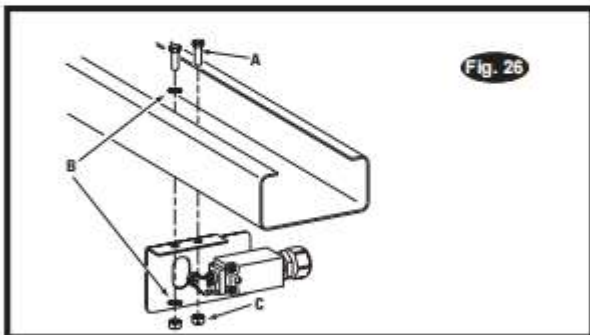

Bild 26 Detalj
- Montera overheadbrytaren mot kraftenhetens kolonn med (2) M6\*20, HHCS, M6 Muttrar och 6 mm stjärnbrickor, Bild 26.